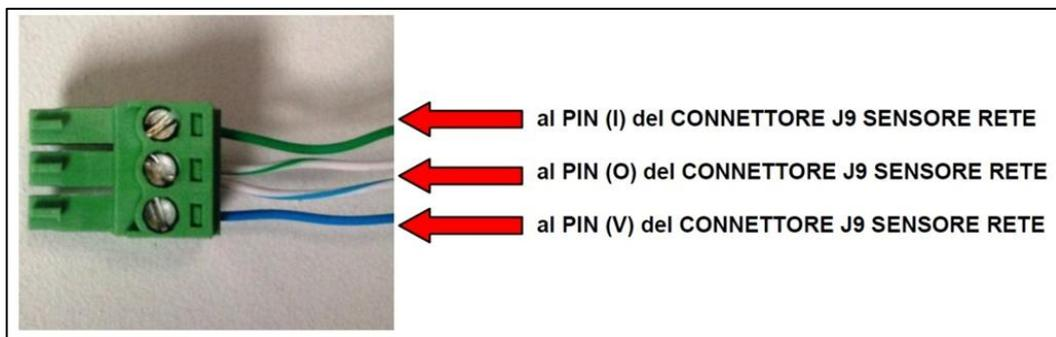

Figura 5 – Cablaggio connettori sensori Power Meter e sensore utenze (Kit Monitoraggio)
- Utilizzare due coppie di fili incrociati avendo cura di collegare il PIN (O) centrale ad entrambe le coppie come mostrato in Figura 5. Nel caso di cavo schermato tipo STP collegare la treccia al PIN (O) centrale. Ricordandosi di infilare il PG9 e di annotare il colore dei conduttori.